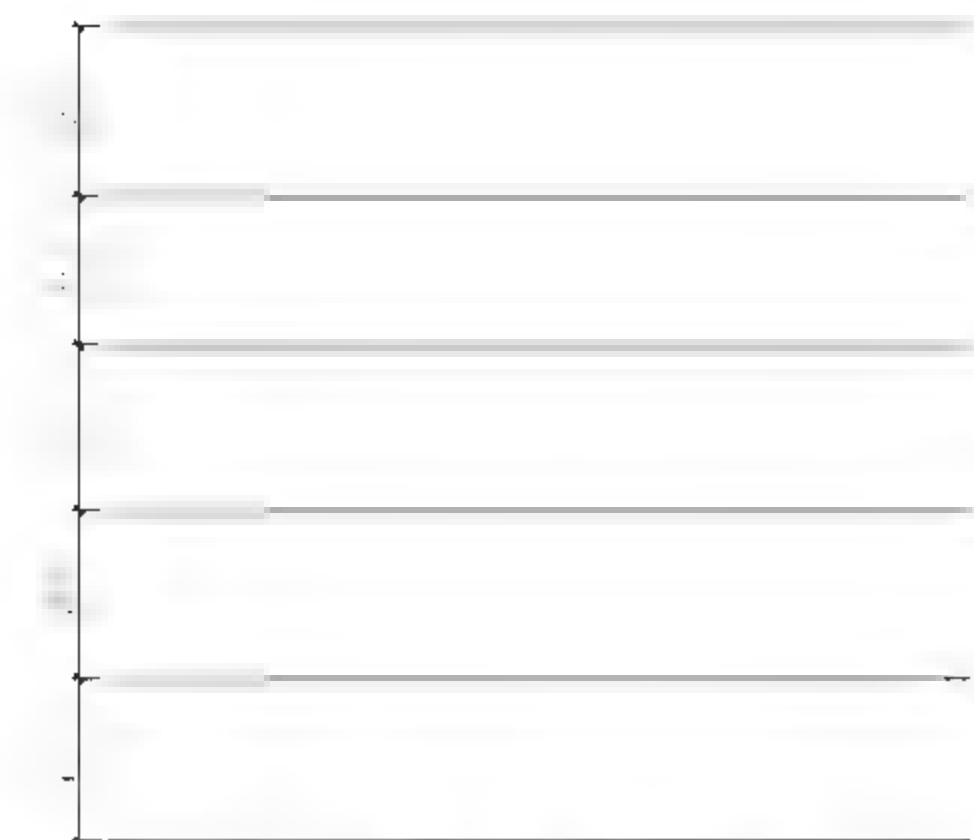

图13-44 绘制楼层线
**01** 调用L【直线】命令，绘制水平线；调用O【偏移】命令，偏移线段以完成楼层线的绘制，结果如图13-44所示。